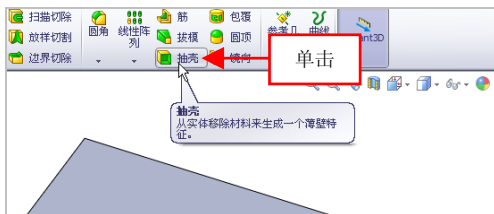

图 5-48 单击【抽壳】按钮
(2) 在【特征】选项卡中，单击【抽壳】按钮，如图 5-48 所示。